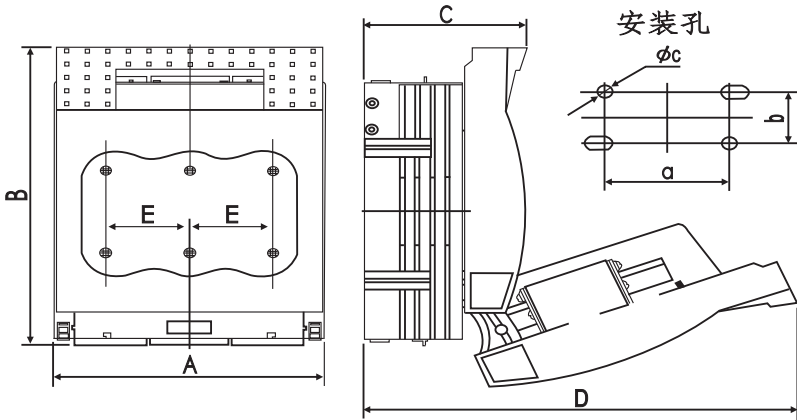

图1：HR17B-40~630A(固定式) 开关
1、HR17B系列(固定式)开关外形与安装尺寸(见图1、表3)